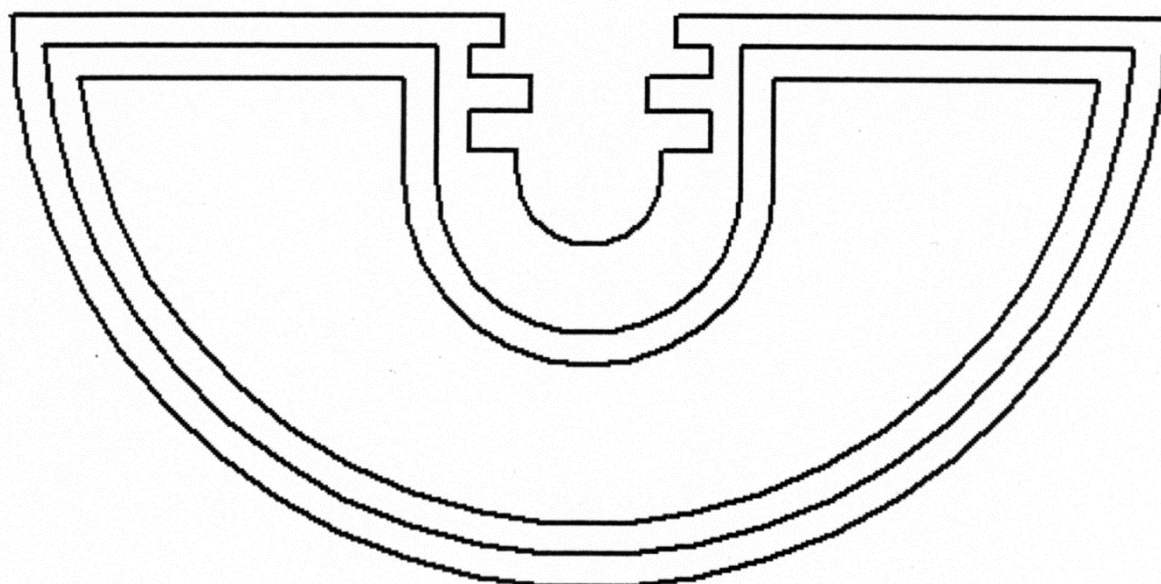

Fig. 2
- Fig. 2 – kształt profilu w widoku od czoła, bez kolorów na jego powierzchniach;